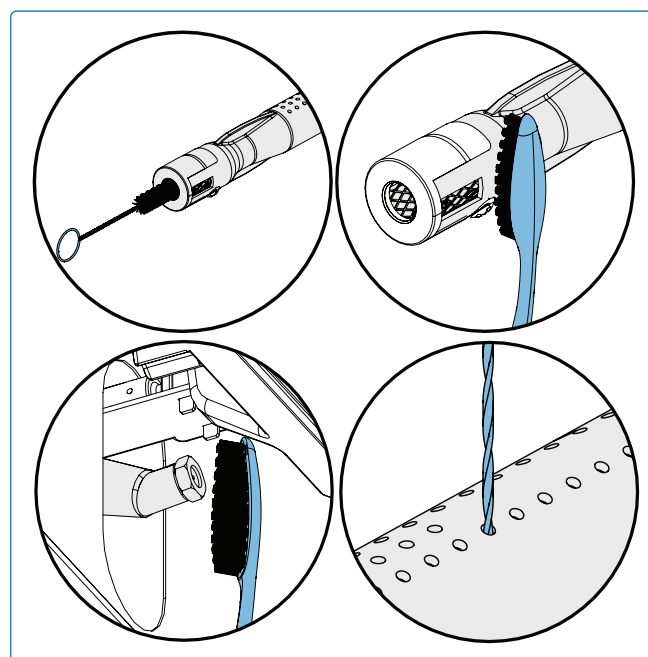

Рис. 15
2. Очистите внутреннюю часть горелки с помощью гибкой щетки для трубчатых горелок. Вытряхните мусор из горелки через входное отверстие для газа (Рис. 15).